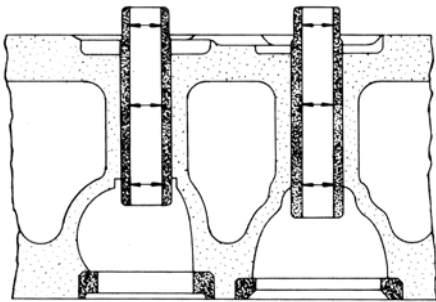

FIG 11
4. Verifique o diâmetro do furo guia com medidor de diâmetro interno em três posições, veja Especificações Técnicas, **Fig. 11**.